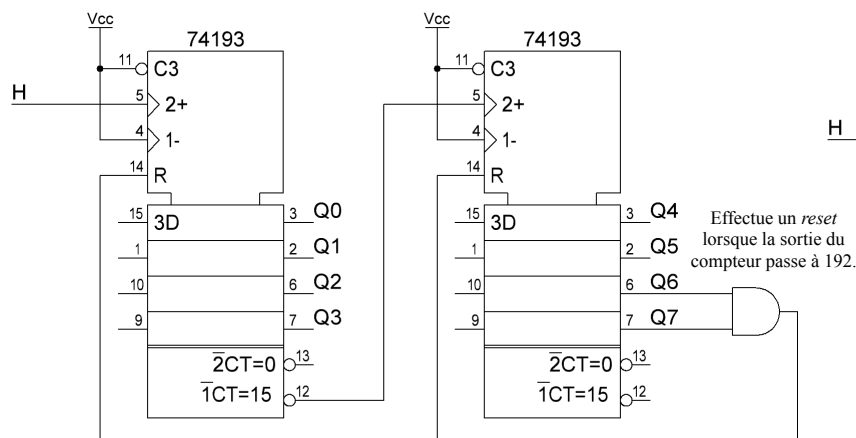

Figure 1
- Le montage de la figure 1 possède 8 sorties : de **Q0** à **Q7** (**Q0** étant le bit de poids faible).